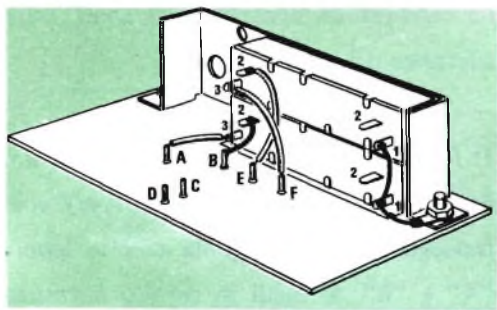

Fig. 3 - Montaggio e collegamenti dei terminali dei potenziometri del valore di 10 kΩ ciascuno.
Denominato "gyrator" perché svolge una funzione elettrica analoga a quella di un giroscopio meccanico, il circuito illustrato nella *fig. 3* ha l'interessante proprietà di riuscire a trasformare un'impedenza di carico nella sua equivalente elettrica duale. Ad esempio, un condensatore di carico (ZL) collegato alla sua uscita, appare come un'indut-
Fig. 3 - Il concetto del "gyrator" è usato per trasformare un'impedenza di carico nella sua equivalente elettrica. La rete è formata da due amplificatori ciascuno dei quali ha l'uscita collegata con l'entrata dell'altro amplificatore.
- Montare sulla squadretta di supporto i due potenziometri P1 e P2, da 10 kΩ ciascuno, come indicato nella fig. 3, fissandoli mediante quattro viti da 2,6 MA x 4.
- Collegare fra loro i due terminali dei potenziometri contrassegnati nella fig. 3 con il numero "1", mediante uno spezzone di filo di rame nudo, la cui parte inferiore, come mostra la figura stessa, dovrà essere saldata al capocorda semplice.
Fig. 3 - I cerchietti indicano la posizione dei terminali. L'apertura rettangolare in basso è per gli interruttori. Si notino i ponticelli nell'angolo in basso a sinistra.